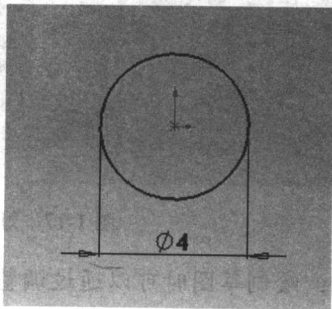

图 1-22 绘制的圆
(1) 打开中文版 SolidWorks 2007，建立一个新零件文件。
(2) 在“设计树”管理器中选择“右视基准面”，然后将视图设置为“正视于”视图，使用“圆”工具()绘制一个圆，生成草图 1，如图 1-22 所示。然后单击草图绘制按钮()，退出草图。